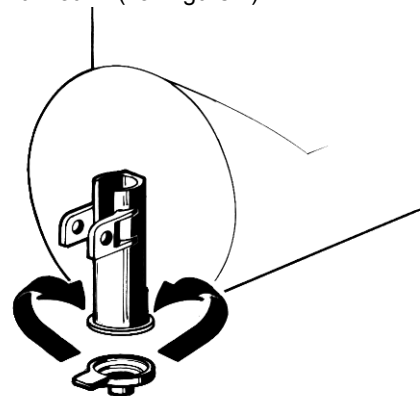

figure 4
- 10 Réducteur de flux: quand le distributeur est utilisé pour refroidir des boissons, il est conseillé d'installer sur le robinet le réducteur de flux fourni (voir figure 4).